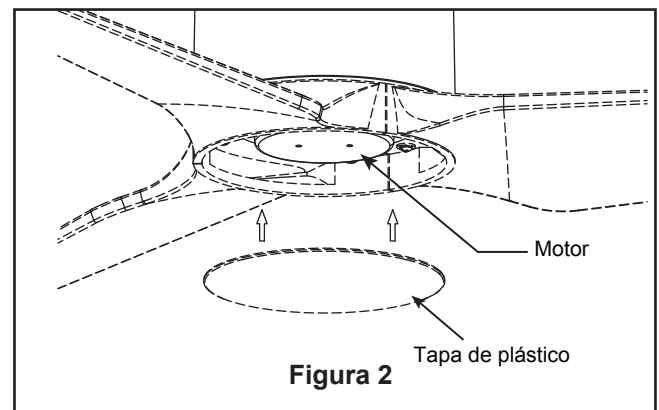

Figura 2
- 2. Fije la tapa de plástico en el motor, que se quedará en su sitio gracias a un imán. (Figura 2)
- 2.** Restaure la fuente de alimentación de la toma de corriente enciendo la electricidad del fusible principal. (Figura 2)